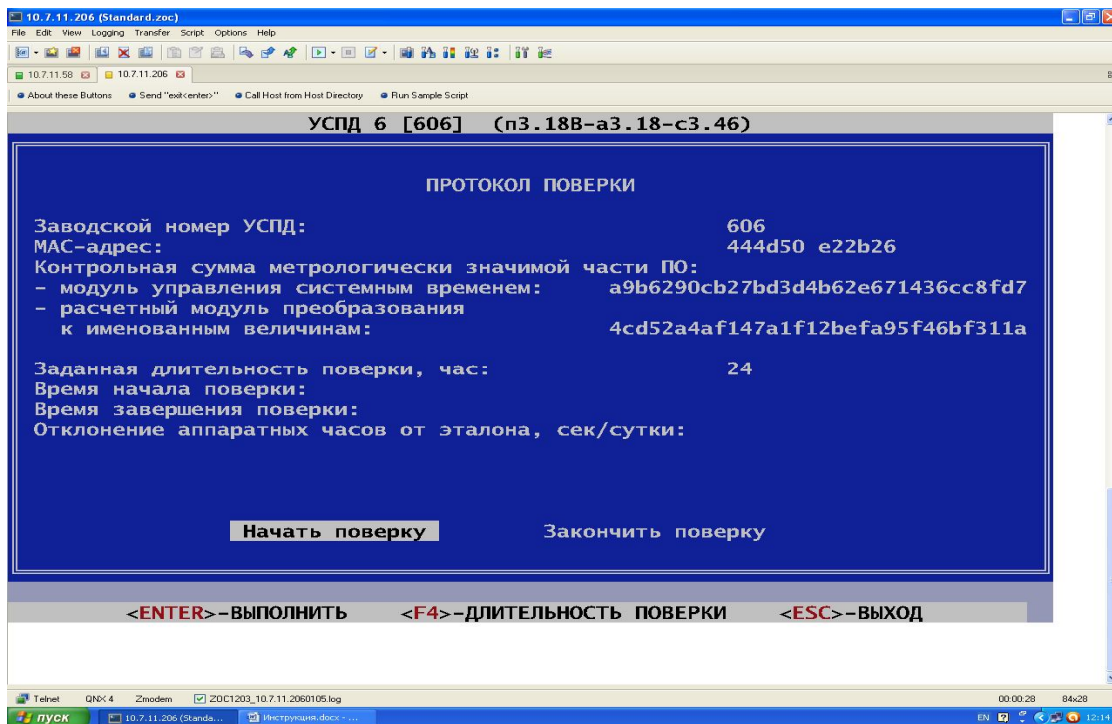

Рисунок 2
6.3.6. Прочитать и записать в протокол поверки контрольные суммы метрологически значимых частей ПО (см. рисунок 2.) и сравнить их с записями в формуляре на RTU-325S. При периодической поверке прочесть и записать в протокол данные по предыдущей поверке: время проведения и абсолютную погрешность хода внутренних часов за сутки.